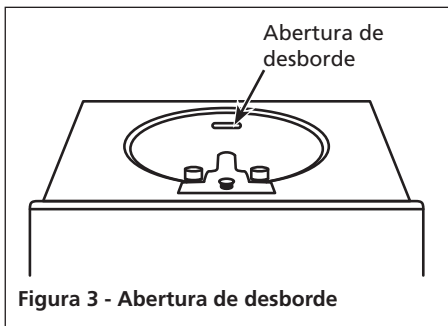

Figura 3 - Abertura de desborde
7. Cubra cualquier abertura de desborde que exista en la pileta (vea la figura 3) con un paño mojado o cinta para tuberías.